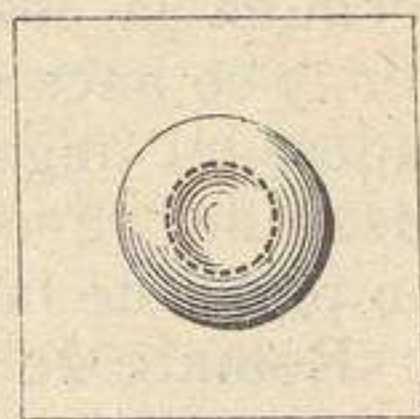

Fig. 10
**Botón de percal** (fig. 10).—Se toma una anilla que se cubre con percal con un punto de festón. Puede también envolverse la anilla con percal, que se riza y cose en el centro por detrás, como lo indica nuestra figura.